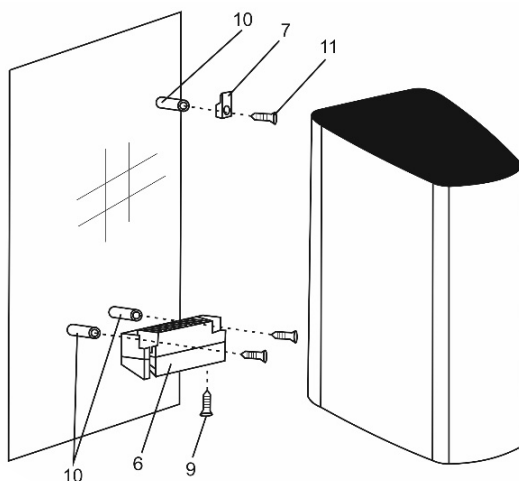

Fig. 4
- (Fig. 4) Insérez les chevilles [10] dans le trou et fixez le crochet [7] et le bloc de support [6] au mur.
- (Fig. 4) Accrochez le sèche-mains au crochet [7] et au bloc de support [6]; et fixez le sèche-mains avec la vis de fixation [9].